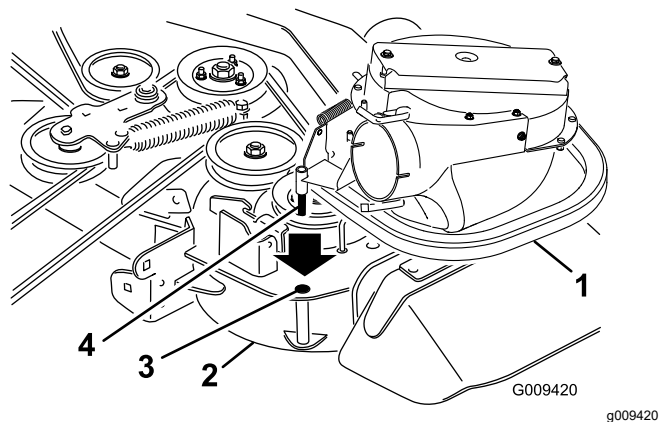
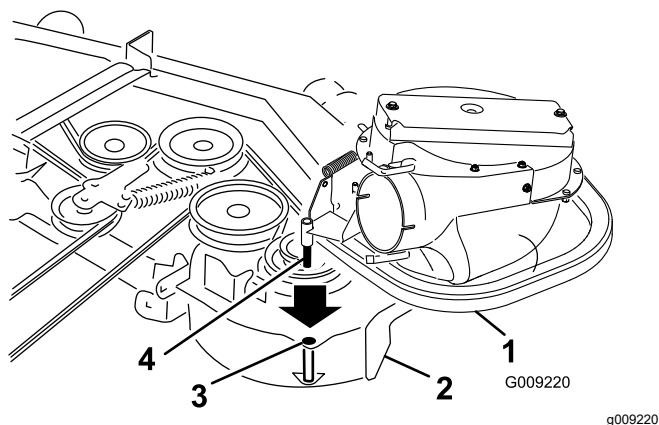

Bild 16
Bild 17
2. Schieben Sie den Gebläsestift in das Drehzapfenloch (**Bild 16** oder **Bild 17**).